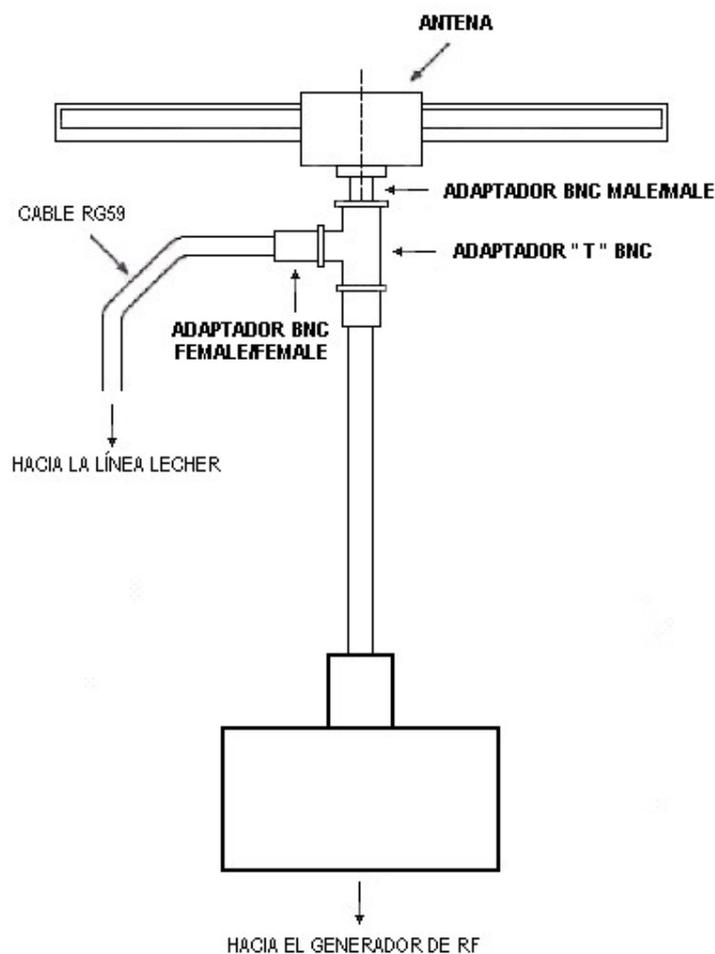

Figura 7.2 Uso de la línea Lecher como Stub de simetrización.
8. Sin mover la perilla de potencia del generador y la perilla de ganancia del medidor de RF portátil, apegue la fuente de DC. Quite la carga de 50Ω y conecte el cable coaxial, cuyo otro extremo irá conectado a la línea Lecher por medio del cable coaxial (ver Figura 7.2). El cursor de la línea Lecher conectarlo al Medidor de RF de la base por medio del cable bifilar, para mejorar el efecto del corto circuito constituido por este.
11. Realice nuevamente los pasos (1) a (10) para el dipolo doblado y antena Yagi.